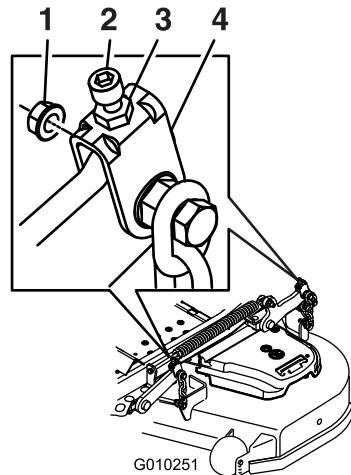

Figura 100
11. Para las carcasa de corte ilustradas en Figura 100, gire la tuerca de ajuste del conjunto de elevación de la carcasa delantera para modificar la altura (Figura 100).
17. Gire el tornillo de ajuste hasta obtener una altura de 8,3 cm (Figura 100).